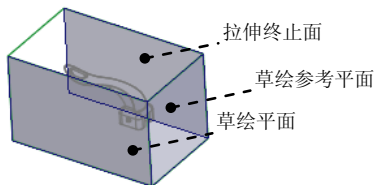

图 6.10 草绘平面和拉伸终止面
(1) 单击 **编辑模具体积块** 操控板 **形状** 区域中的 **拉伸** 按钮，此时系统弹出“拉伸”操控板。
(2) 定义草绘截面放置属性。在绘图区中右击，从系统弹出的快捷菜单中选择 **定义内部草绘...** 命令；在系统 **选择一个平面或曲面以定义草绘平面** 的提示下，选取图 6.10 所示的坯料表面为草绘平面，选取图 6.10 所示的坯料表面为参考平面，方向为 **右**；单击 **草绘** 按钮，至此系统进入截面草绘环境。
(4) 设置深度选项。
- ① 在操控板中选取深度类型 **到选定的**。
- ② 将模型调整到合适位置，选取图 6.10 所示的坯料表面为拉伸终止面。
- ③ 在“拉伸”操控板中单击 **完成** 按钮，完成特征的创建。